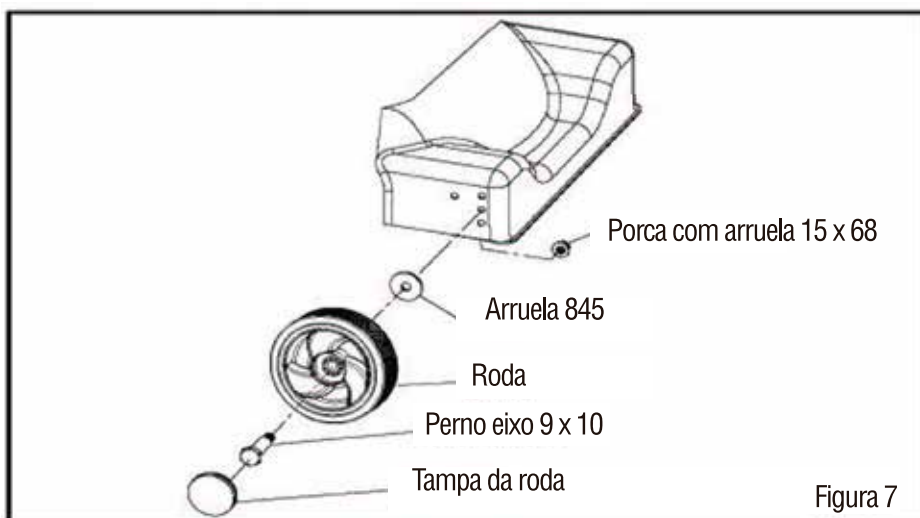

Figura 7
2. Retire a porca com arruela (Figura 7).